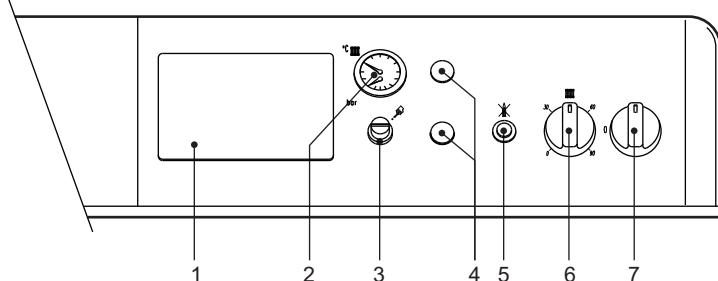

fig. 1 - Tableau des commandes
- Mettre l'interrupteur de la chaudière "7" sur la position 1 (fig. 1).
- Lorsque la chaudière est dotée d'un module électronique thermostatique, monté en position 1. fig. 1, l'utilisateur devra également tenir compte des instructions fournies par le constructeur de celui-ci.
Tourner la manette 6, fig. 1 dans le sens des aiguilles d'une montre pour augmenter la température de l'eau de chauffage, la tourner dans le sens inverse pour la réduire. La température peut être modulée de 30° mini à 90° maxi. Il est toutefois conseillé de ne pas faire fonctionner la chaudière au-dessous de 45°.
Programmer la température souhaitée à l'intérieur des pièces à l'aide du thermostat d'ambiance. Commandée par le thermostat d'ambiance, la chaudière s'allume et l'eau est amenée à la température établie par le thermostat de réglage de la chaudière 6, fig. 1. Le générateur s'éteint dès que la température souhaitée aura été atteinte à l'intérieur des pièces.
La pression de charge de l'installation froide, lue sur l'hydromètre de la chaudière partie. 2 de fig. 1, doit être d'environ 1,0 bar Au cas où au cours du fonctionnement de l'installation la pression baisserait, (à cause de l'évaporation des gaz contenus dans l'eau) à des valeurs inférieures au minimum précité, l'utilisateur devra rétablir la valeur initiale à l'aide du robinet de charge. Refermer toujours le robinet de remplissage à l'issue de l'opération.